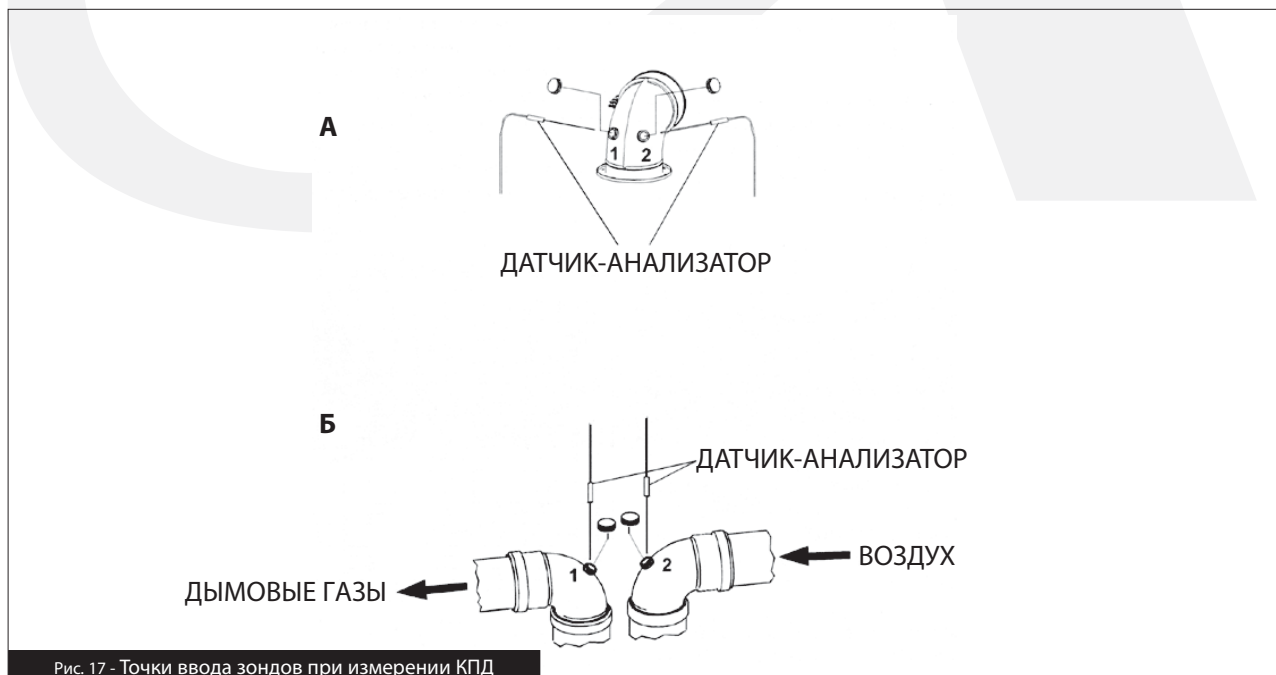

Рис. 17 - Точки ввода зондов при измерении КПД
- Измерить температуру воздуха для горения через отверстие 1 (см. рис. 17 А).
- Измерить температуру отходящих газов и содержание CO2 через отверстие 2 (см. рис. 17 А).
- Измерить температуру воздуха для горения через отверстие 2 (см. рис. 17 Б).
- Измерить температуру отходящих газов и содержание CO2 через отверстие 1 (см. рис. 17 Б).